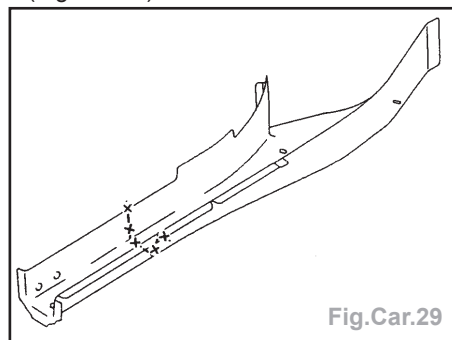

Fig.Car.29
- Tracer puis découper à l'aide d'une scie (Fig.Car.29).